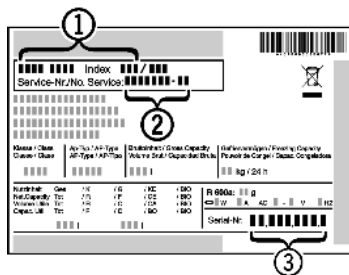

Fig. 9
- ▶ Назва пристрою Fig. 9 (1), сервісний номер Fig. 9 (2) та серійний номер Fig. 9 (3) вказані на таблиці типів. Табличка типів знаходиться всередині пристрою, зліва.
- ▶ Повідомте сервісну службу про характер неполадки, назву пристрою Fig. 9 (1), сервісний номер Fig. 9 (2) та серійний номер Fig. 9 (3).